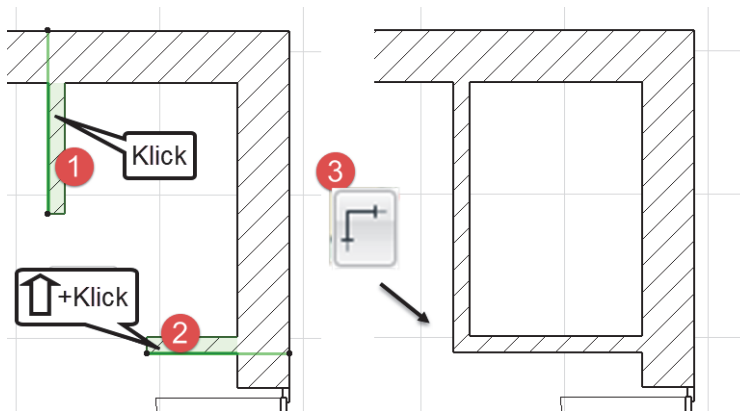

Abb. 1.32: Wände verbinden
Wenn nun beide Wandstücke zu kurz oder zu lang sind, kann das Werkzeug VERBINDEN  benutzt werden. Dazu wird die erste Wand mit dem PFEIL-Werkzeug gewählt ❶, die zweite mit der **[Shift]**-Taste dazugewählt ❷ und dann das VERBINDEN-Werkzeug ❸ angeklickt (siehe Abbildung 1.32).